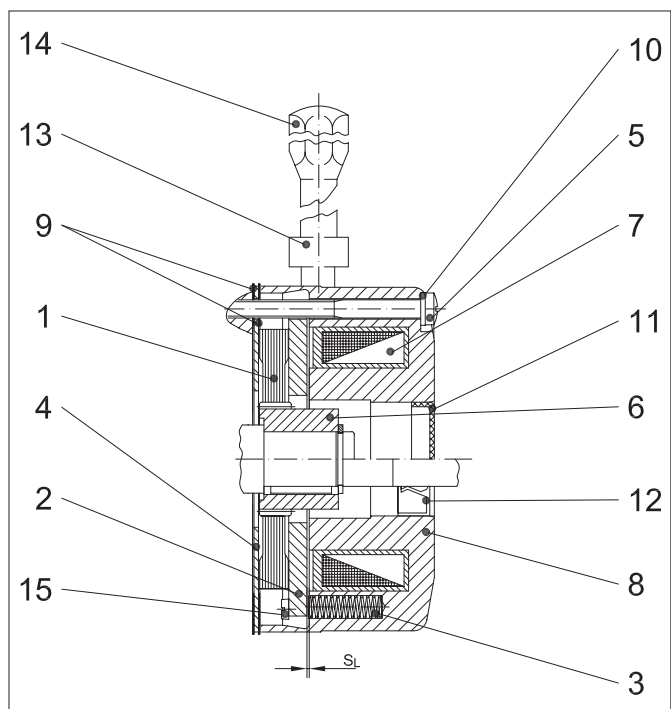

Рис. 1. Пружинный тормоз серии E003B или E004B
- 3 Принцип действия** Принцип действия показан на примере рис. 1.